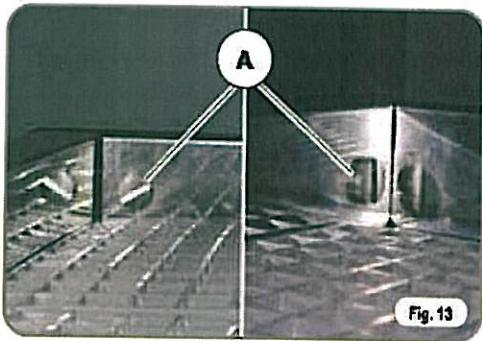

Fig. 13
- Fig.13에 그림과 같이 상판에 A쪽에 -자 나사를 풀려 압력을 상판을 분해 한다.